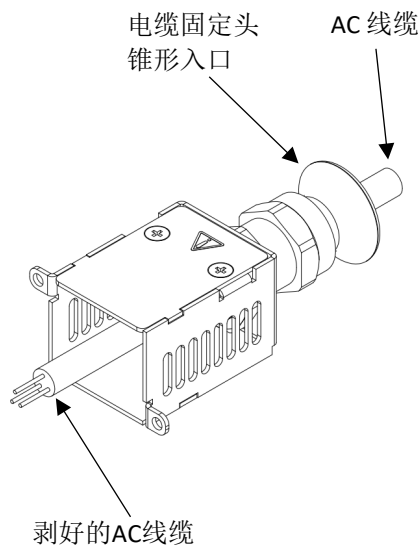

图 4-19: 穿过裸线
5. 将交流输入电缆穿过电缆固定头和应力消除支架，如图 4-19 所示（所示为 3 线，也适用于三相 4 线）。